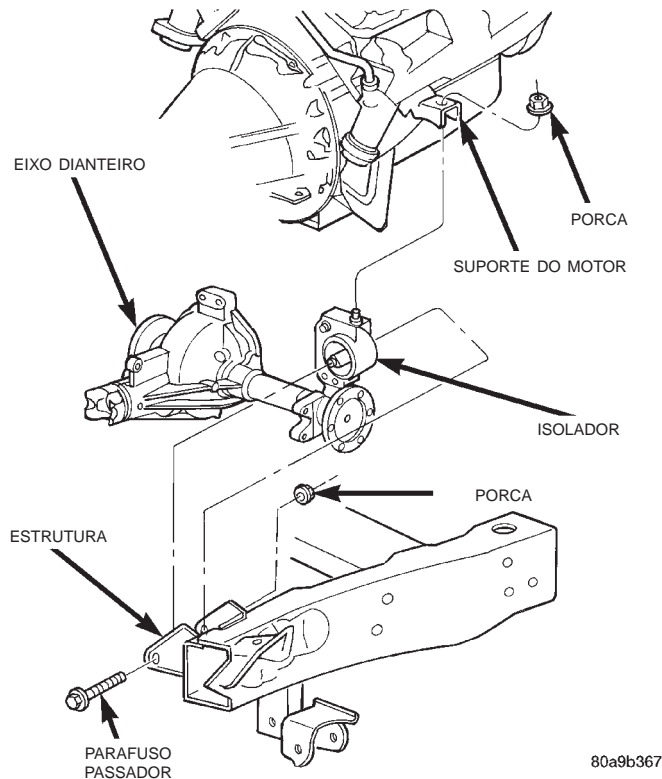

Fig. 19 Isolador da Montagem do Motor na Estrutura — Veículos 4WD (Tração nas 4 Rodas)
(6) Remova o parafuso passador do isolador para a estrutura (Fig. 19).
(7) Erga levemente o motor.
(8) Remova o isolador superior da porca do prisioneiro do suporte e o parafuso passador do isolador para o suporte.
- (3) Abaixar o motor e instalar o parafuso passador e porca do isolador na estrutura (Fig. 19). Apertar o parafuso com um torque de 95 N·m (70 pés-lb.).
- (4) Instalar o motor de arranque e os parafusos de montagem. Apertar os parafusos com um torque de 68 N·m (50 pés-lb.).
- (5) Ligar os fios do motor de arranque.
- (6) Remover um suporte de suspensão do motor.
- (7) Instalar o conjunto do eixo dianteiro. (Consulte o Grupo 3, "Diferencial e Linha de Transmissão").
- (8) Abaixar o veículo.
- (9) Conectar o cabo negativo à bateria.